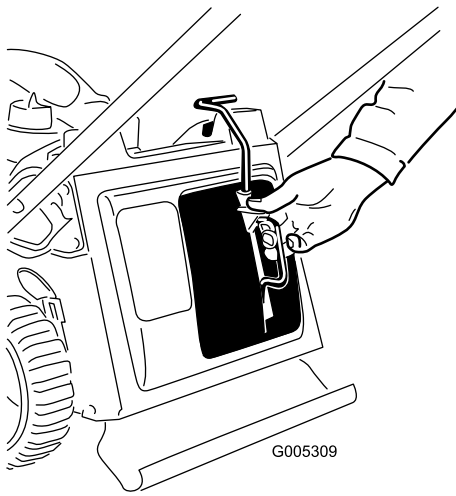

Bild 29
3. Setzen Sie den Mulchverschluss ein (Bild 29).